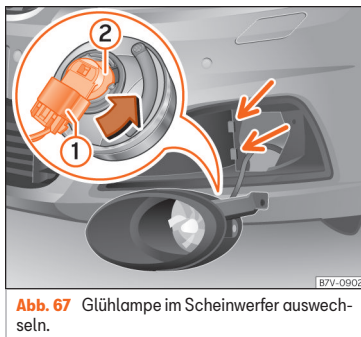

Abb. 67 Glühlampe im Scheinwerfer austauschen.
- Scheinwerfer ein wenig nach vorn klappen und aus den seitlichen Aufnahmen »» **Abb. 67** (kleine Pfeile) herausziehen.
- Anschlussstecker »» **Abb. 67** (1) entriegeln und abziehen.
- Lampenhalter »» **Abb. 67** (2) in Pfeilrichtung bis zum Anschlag nach links drehen und mit der Glühlampe nach hinten herausziehen.
- Anschlussstecker »» **Abb. 67** (1) auf den Lampenhalter (2) stecken. Der Anschlussstecker muss hörbar einrasten.
- Scheinwerfer in die Aufnahmen »» **Abb. 67** (kleine Pfeile) stecken und nach hinten klappen.